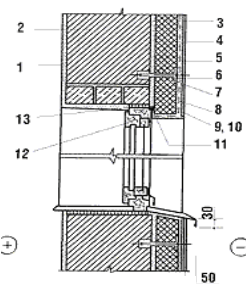

Рис. 1
**Основная часть.** *Наружное утепление «мокрого типа».* Технологии утепления «мокрого типа», в которых защита утеплителя производится при помощи армированного штукатурного слоя, появились на российском рынке более 10 лет назад. Штукатурная система утепления фасадов, например система «Текс-Колор», предусматривает крепление теплоизоляционного материала к существующей стене при помощи анкеров, дюбелей и клеевых составов, с последующим нанесением штукатурного слоя по армирующей сетке (рис. 1, где 1 - кирпичная кладка; 2 - внутренняя штукатурка; 3 - клеевой слой для крепления теплоизоляции; 4 - утеплитель; 5 - выравнивающий слой; 6 - армирующая стек-